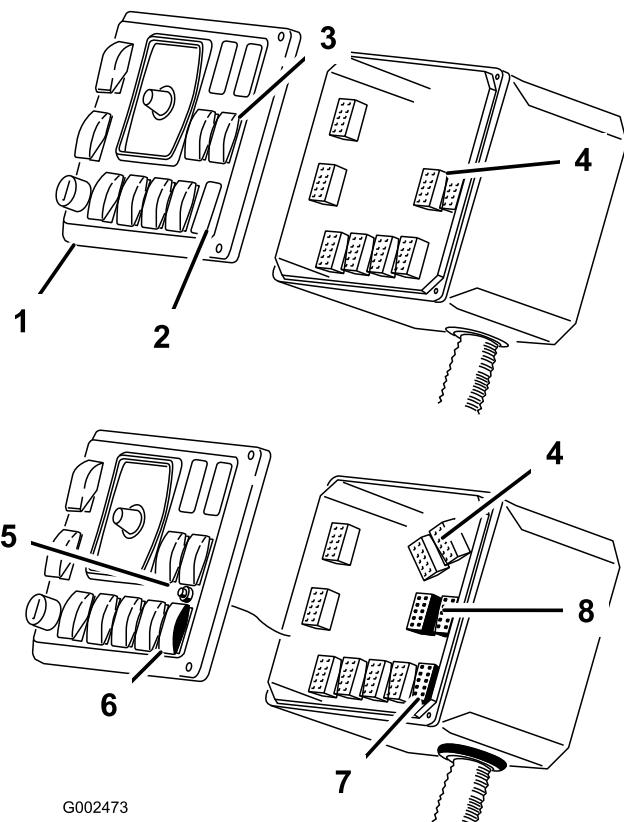

Figure 20
3. Montez le voyant dans le trou par l'arrière. Fixez-le au panneau avant avec les fixations fournies (Figure 20).
4. Retirez l'obturateur qui occupe l'emplacement de l'interrupteur des rampes soniques sur le panneau avant et montez l'interrupteur à bascule (Figure 20).
5. Trouvez et retirez les obturateurs qui masquent les emplacements des interrupteurs de relevage des rampes (Figure 20).